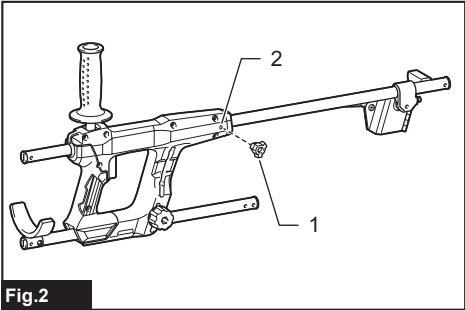

Fig.2
► Fig.2: 1. Clamping screw 2. Hole
► **Fig.2:** 1. Parafuso de fixação 2. Furo